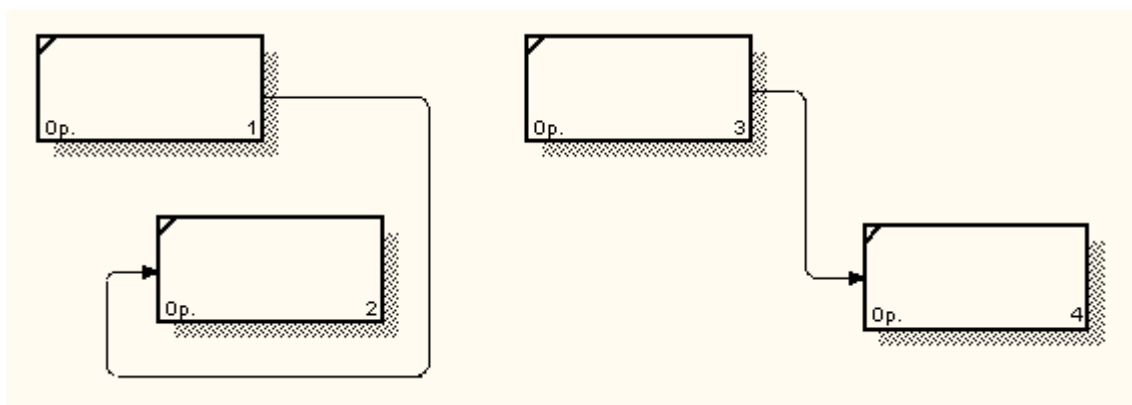

Рисунок 3.3 – Приклад правильного (справа) та неправильного (зліва) розташування робіт при зображенні зв'язку за входом
8) якщо необхідно зобразити зв'язок за входом, необхідно уникати «нависання» робіт одна над одною. *VPwin* зображує зв'язки за входом у вигляді петель, що ускладнює читання діаграм (рис. 3.3).